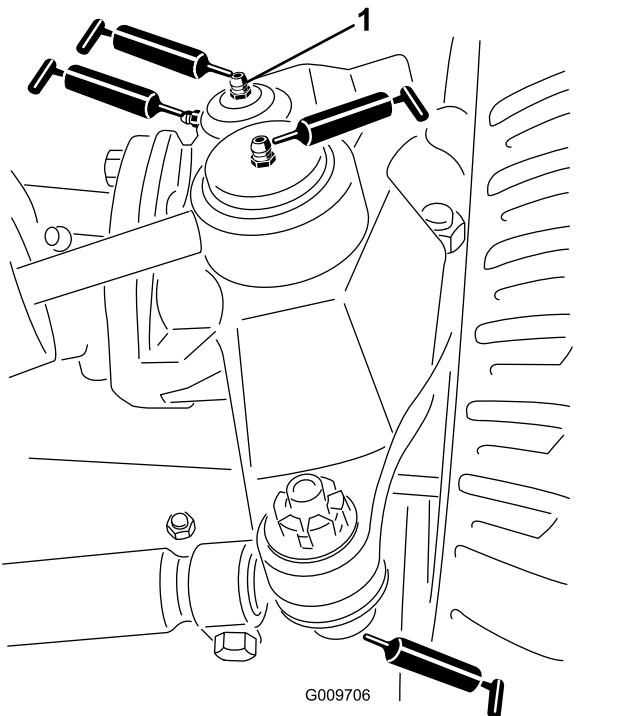

Bild 38
- Lenkzylinder-Kugelgelenke (2), wie in Bild 38 abgebildet
- Spurstangen-Kugelgelenke (2), wie in Bild 38 abgebildet
- Achsschenkelbüchsen (2), wie in Bild 38 abgebildet